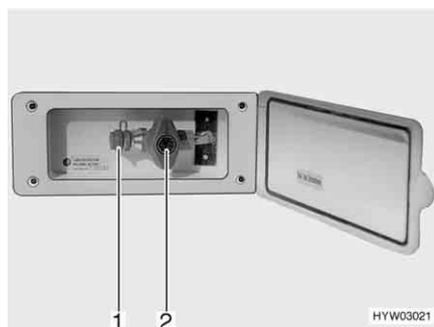

Bild 102 Externer Gasanschluss, Gasabsperrentil geschlossen
Der externe Gasanschluss (Bild 102) befindet sich je nach Modell am Heck oder auf der linken bzw. rechten Fahrzeugseite.
- Externes Gasgerät an der Anschluss-Stelle (Bild 102,1) anschließen.
- Das Gasabsperrentil (Bild 102,2) öffnen.